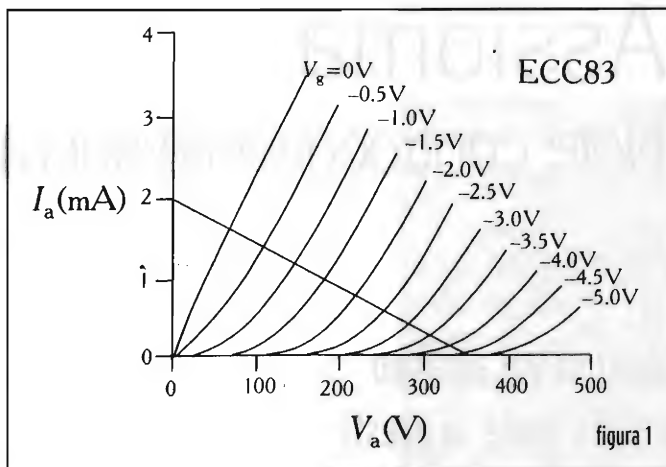

figura 1
**Osserviamo una famiglia di curve** come quella della **Figura 1**. Sono le famiglie di un comune triodo.
una curva che corrisponde ad un particolare valore della tensione di griglia; si individua un valore di corrente al quale corrisponde un preciso valore della tensione anodica. Ovviamente questo è il punto all'interno della curva di massima dissipazione anodica in cui la valvola si posiziona in assenza di segnale di ingresso. (**Figura 1**)